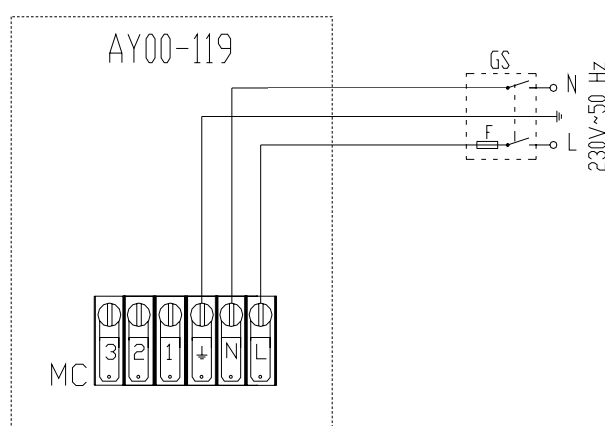

Рисунок 33 - 1 аппарат "AY 00-119". Пример соединения с электросетью 230 В 1 нейтр. фаза - 50 Гц
3. Найти горизонтальную зажимную коробку (MC) внутри электрощита аппарата выполнить соединения как показано на Рисунок 33.
Не допускается установка реле или других электрических компонентов внутри электрощита аппарата (смотри Рисунок 33).